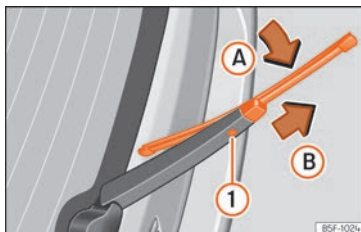

Fig. 42 Remplacement du balai d'essuie-glace arrière.
- Faites pivoter légèrement le balai d'essuie-glace » » fig. 42 (flèche A).
- Maintenez la touche de déverrouillage ① enfoncée et tirez en même temps sur le balai dans le sens indiqué par la flèche B.
- Insérez sur le bras d'essuie-glace arrière un balai d'essuie-glace neuf **de même longueur et de même type** dans le sens contraire de la flèche B et jusqu'à ce que la touche ① s'encastre.